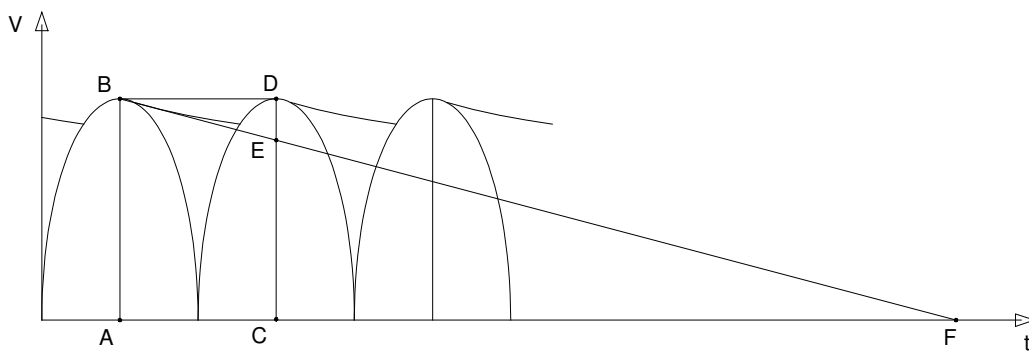

Figura 2
Ora facciamo alcune approssimazioni. Il tratto di esponenziale B-T di Fig.1 lo approssimiamo con la retta tangente all'esponenziale nel punto B e lo prolunghiamo fino ad incontrare la perpendicolare in T. Nella Figura 2 tale tratto è rappresentato dal segmento B-E. Poi consideriamo che l'ondulazione massima  $V_M - V_m$  sia uguale al segmento D-E. Infine il prolungamento della tangente nel punto B intercetterà l'asse dei tempi nel punto F di Fig.2, così il tratto A-F rappresenta la costante di scarica del complesso resistenza di carico e condensatore di livellamento (7).